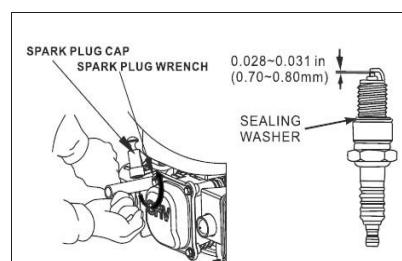

Fig. 11
4. Meça o intervalo do elétrodo com um indicador adequado. O intervalo correto é 0,70-0,80 mm. Se for necessário um ajuste, corrija a folga dobrando cuidadosamente o elétrodo lateral. (Ver Fig. 11)